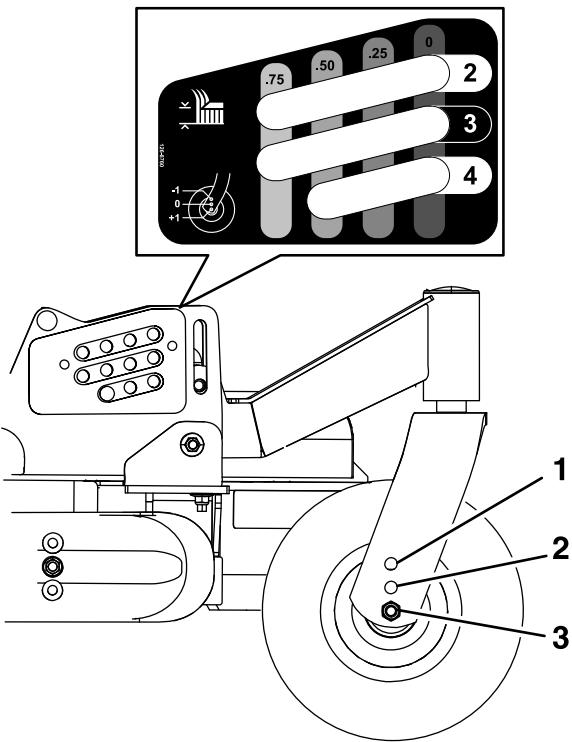

**Figura 27**
- B. Abra los bloqueos de leva situados en el canal de altura de corte de la carcasa lateral (Figura 27).
- D. Mueva la carcasa lateral a la altura deseada e instale los pasadores de ajuste de la altura de corte y los pasadores de seguridad (Figura 27).